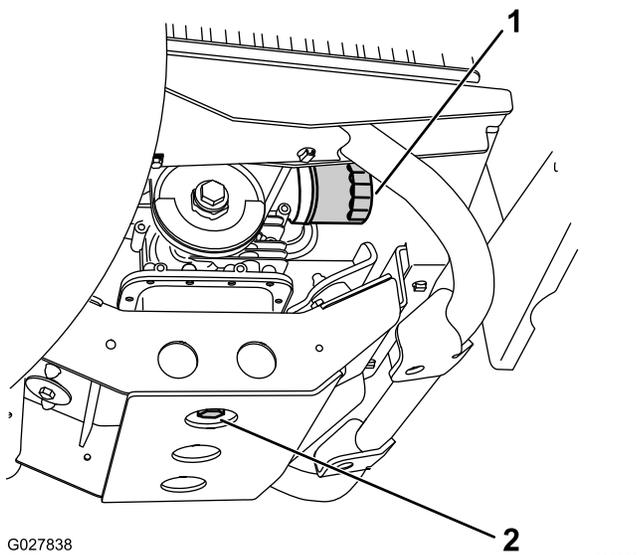

図 37
5. ドレンプラグの下に、容量1.6リットル以上の大きさのオイル受け容器をおく 図 37。
6. ドレンプラグを抜く(図 37)。
7. ドレンプラグとシール(図 37)を元通りに取り付け、 $4553\text{N}\cdot\text{m}$ $4.65.4\text{kg}\cdot\text{m} = 3339\text{ft}\cdot\text{lb}$ にトルク締めする。
2. 既存のオイルフィルタを外す(図 37)。
4. ガスケットが取り付けプレートに当たるまで手で回して取り付け、そこから更に $\frac{1}{2}$ - $\frac{3}{4}$ 回転増し締めする(図 37)。